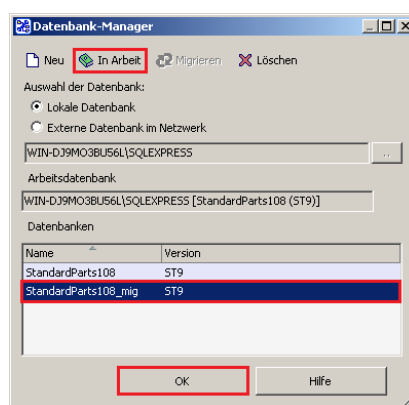

Abbildung 32
- 8.3. Nach Abschluss der Migration sehen Sie in der Spalte *Version*, dass sich der Versionsstand der Datenbank auf die aktuelle Version (hier: ST9) geändert hat (Abb. 32).
- 8.4. Wählen Sie die soeben migrierte Datenbank und legen diese mit einem Klick auf den Button *Arbeitsdatenbank* als solche fest und bestätigen die Änderungen mit einem Klick auf *OK* (Abb. 32).